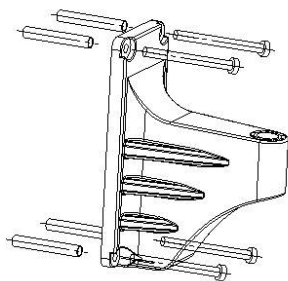

Fig.1
4. Fissare il supporto con quattro viti autofilettanti di conseguenza (Fig.1).